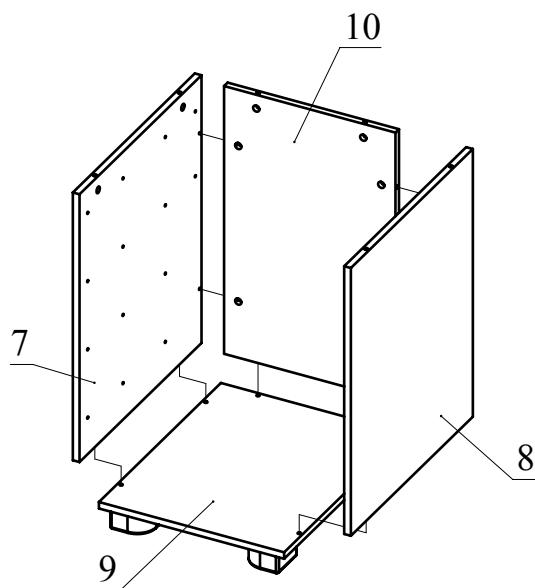
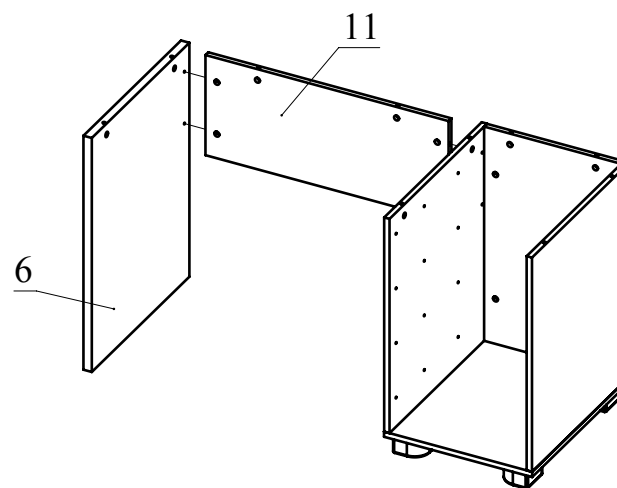

Рис.7
Рис.8
7. Прикрутите опоры к детали 9 при помощи шурупов 4х25 на расстоянии 20 мм от бокового края и на расстоянии 10 мм от переднего/заднего края. Вбейте опоры гвозди в деталь 6. Соедините детали 7, 8 с деталью 10 и затяните головки минификс. Соедините деталь 9 с полученной конструкцией при помощи конфирмат (Рис.7). Соедините детали 11 и 6 с полученной конструкцией и затяните головки минификс (Рис. 8).